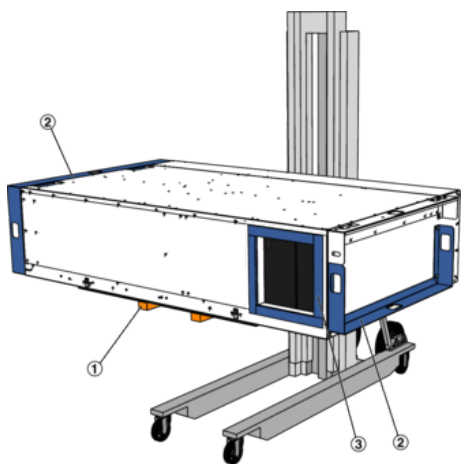

Abb. 41: Bauteil 2 auf Montagelift legen
11. ▶ Am Bauteil 2 die beiden Transporthilfen (Abb. 41/2) demontieren, die Schrauben wieder im Gerät einschrauben.
12. ▶ Um den Luftanschluss das im Lieferumfang enthaltene Kompri-Dichtband (Abb. 41/3) aufkleben.